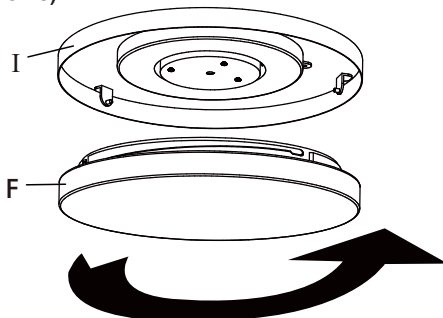

Figure 15
- Installer l'abat-jour (F) sur la trousse d'éclairage (I) en le tournant doucement et en le verrouillant en position. (Figure 15)